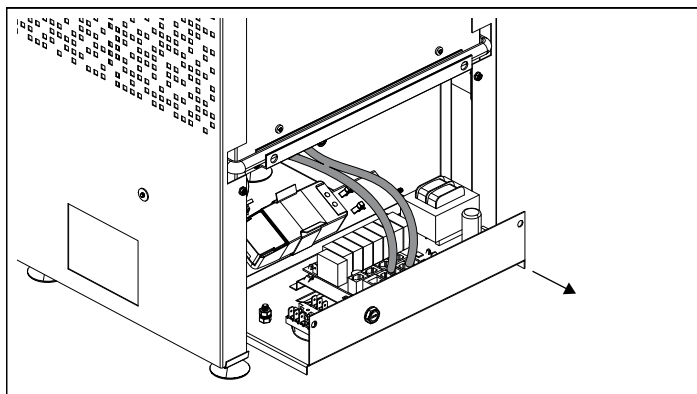
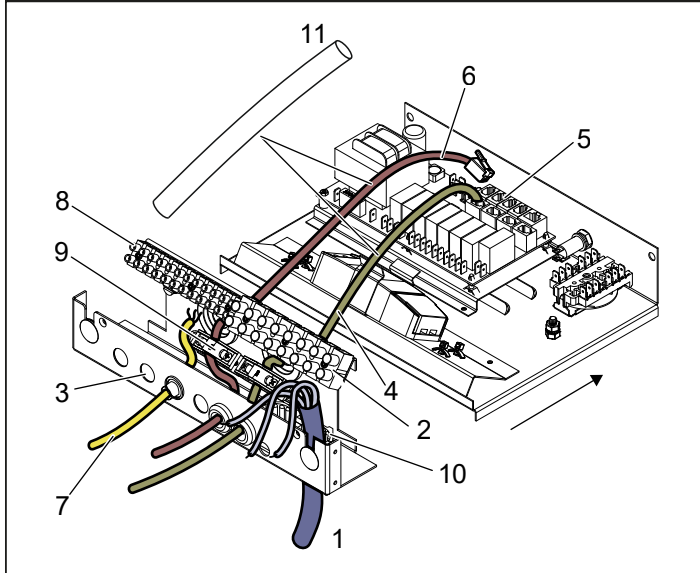
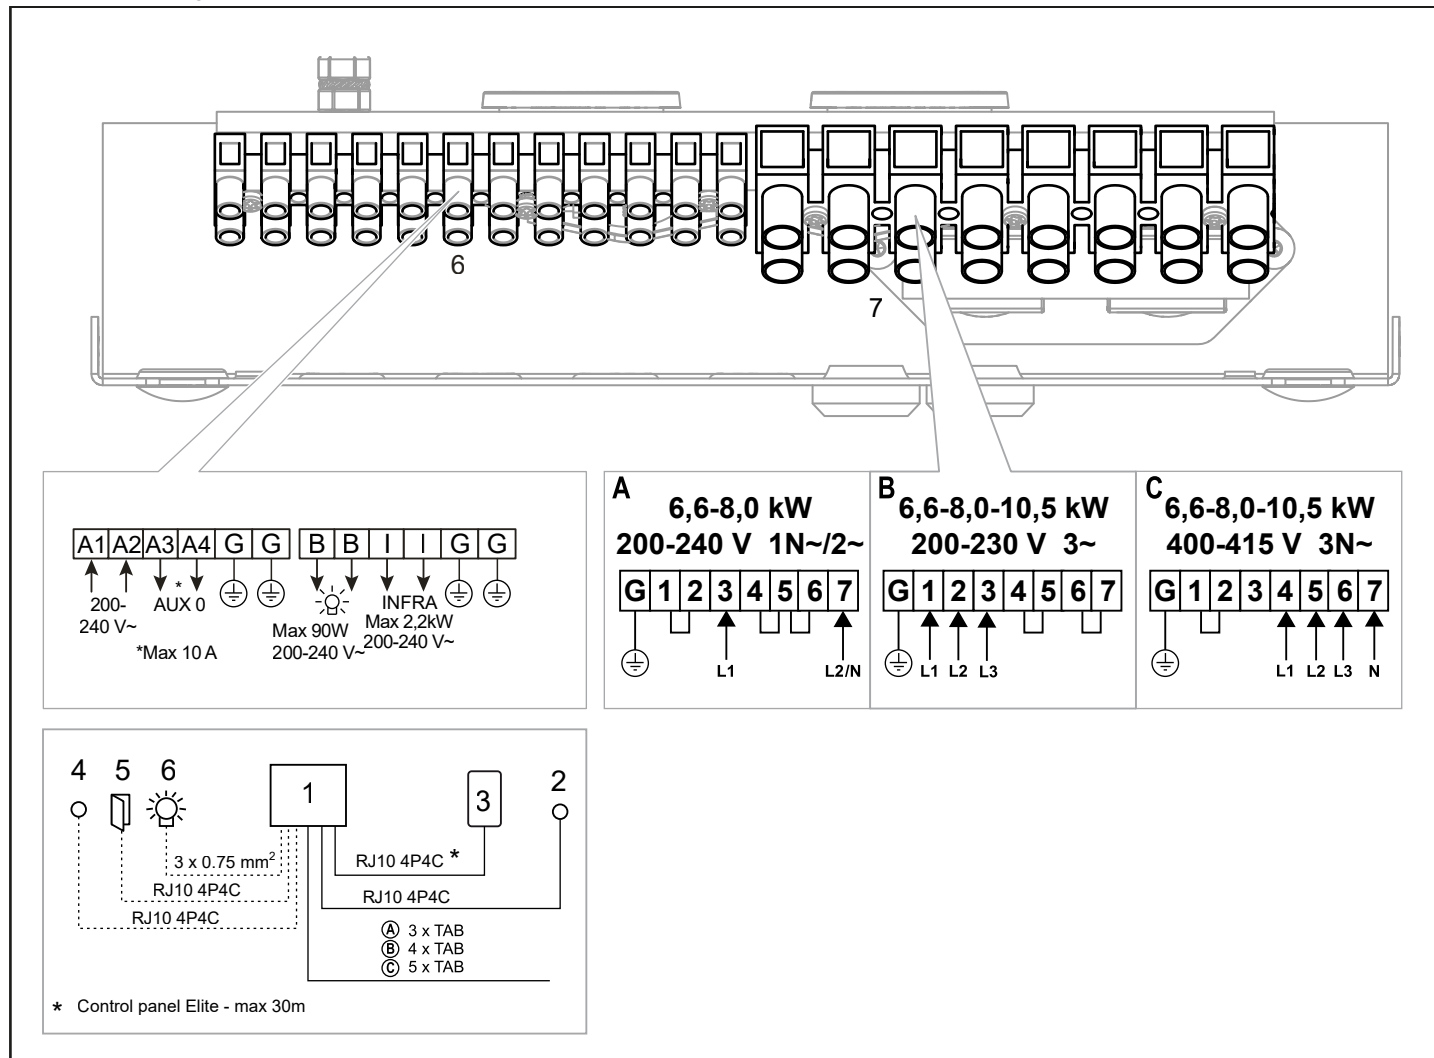
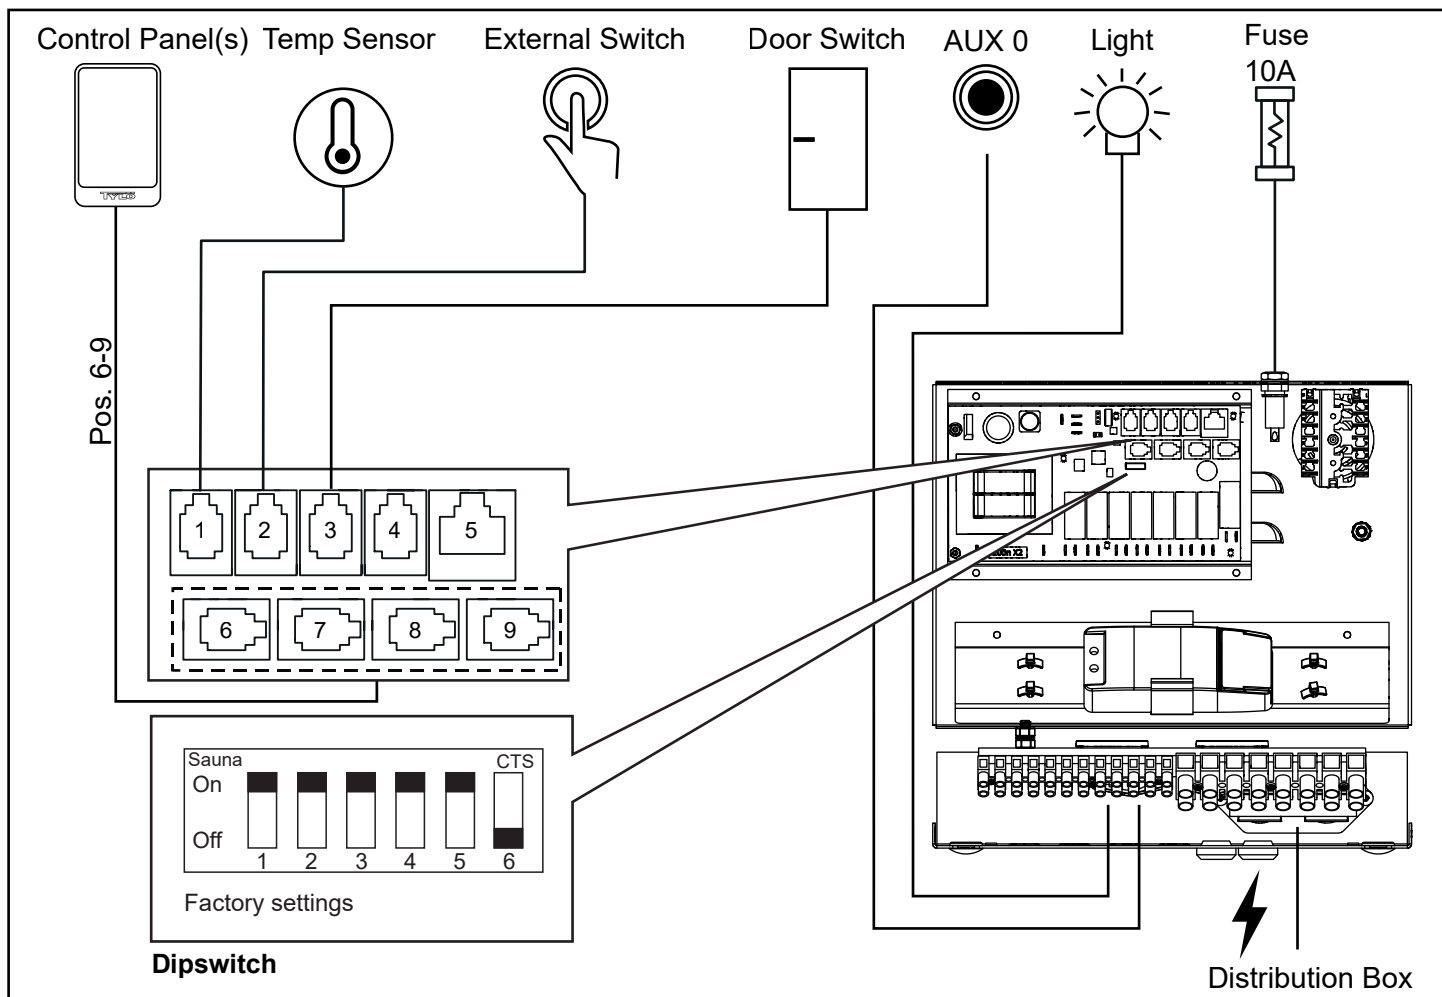

Fig 9: Dra ut lådan för lättare åtkomst
Fig 10: Eldosan
Fig 14: Kopplingschema
Fig. 15. Schematisk installation Crown Elite
3. Anslut elkabeln (se Fig 10) enligt kopplingschema (se Fig 14).
4. Dra kablar för manöverpanel och temperatursensor genom kabelgenomföringarna se fig 10. Anslut manöverpanelens kabel i en av de fyra RS485-kontakterna (position 6-9, se Fig 15).
5. Anslut sensor kabeln i NTC uttaget (position 1, fig 15). Dra ut lådan för att sträcka kablarna och spänn dragavlastningarna, se fig 9.
6. Anslut eventuell kabel till belysning och/eller IR-paneler, se Fig 10, till enligt kopplingschema Fig 14.
Vid inkoppling till spänningar eller fas-tal, som inte anges i kopplingschema Fig 14, kontakta Tylö kundservice.